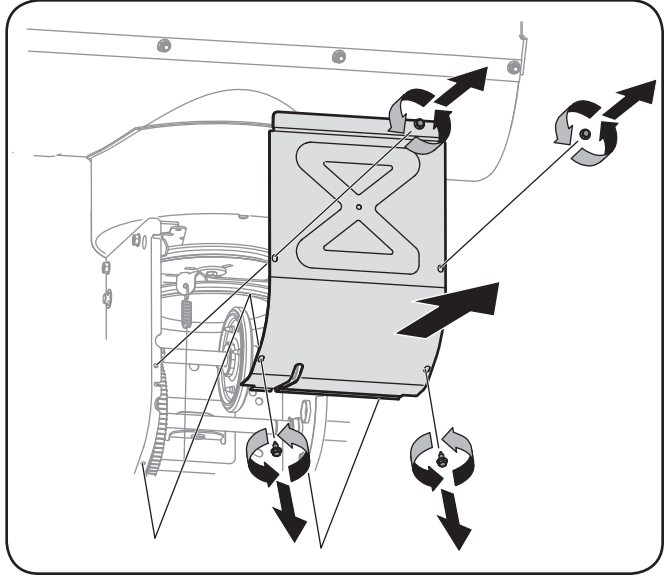

Figure 6-3
3. Enlevez le couvre-châssis en enlevant les deux vis auto-taraudeuses qui le maintiennent. Voir la Figure 6-3.